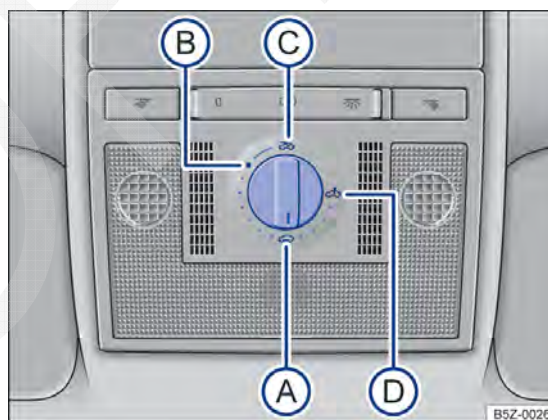

Fig. 34 No revestimento do teto: interruptor rotativo do teto solar.
Girar o interruptor rotativo → Fig. 34 para a posição desejada para regular as seguintes posições do teto solar:
- Girar o interruptor rotativo para a posição → Fig. 34 Ⓐ e puxar para baixo na área posterior, até que o teto solar esteja completamente fechado.